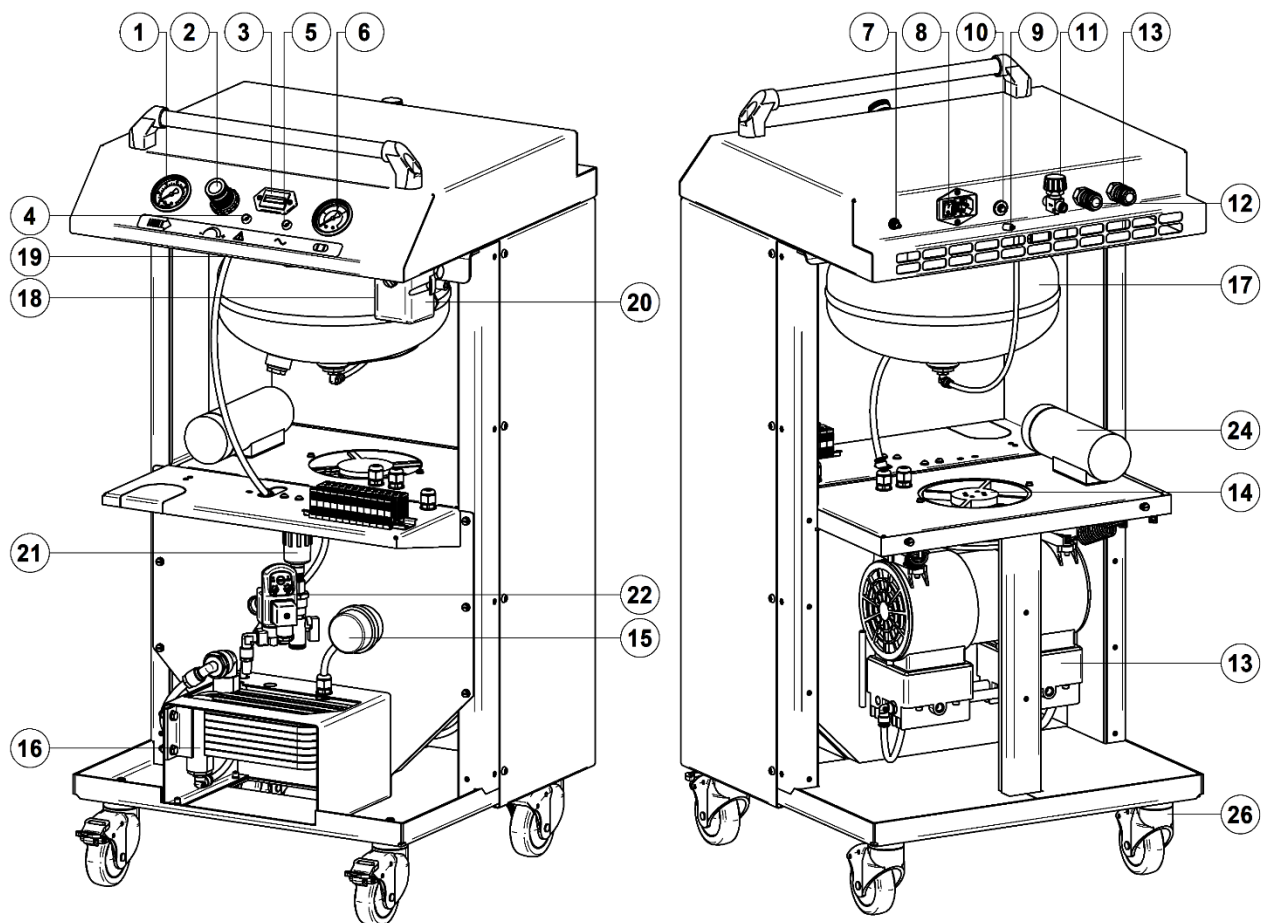

Рисунок 6 - Общий вид компрессора
- Выверните фильтр **15** (рисунок 6);
- Отверните колбу фильтра-влагоотделителя **21** (рисунок 6) против часовой стрелки;